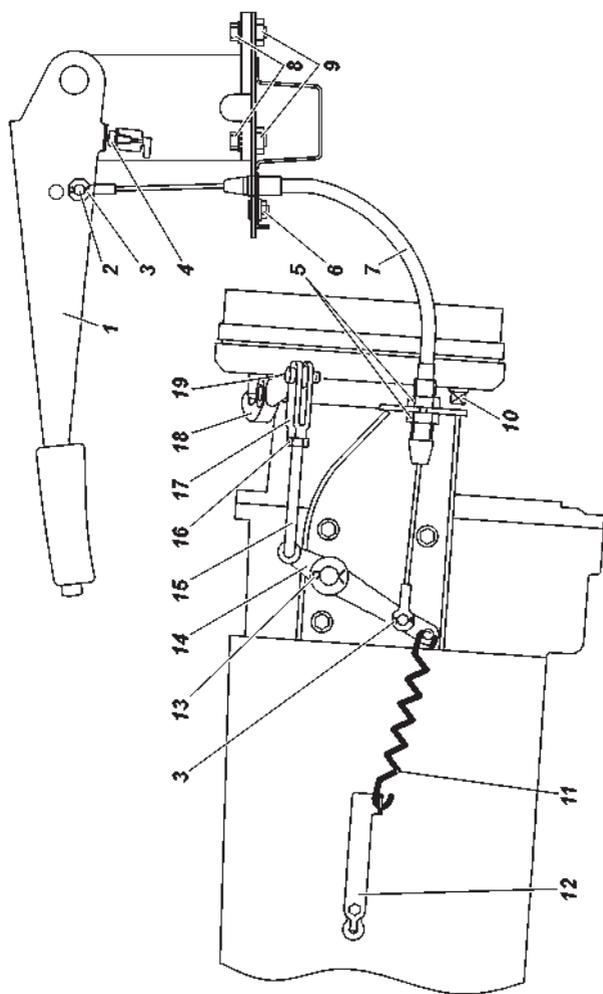

Рис. 9.28. Привод стояночного тормоза трансмиссионный.
Трансмиссионный стояночный тормоз, действующий на трансмиссию (рис. 9.28).
2. Переместите рычаг стояночного тормоза 1 (рис. 9.28) в крайнее нижнее положение.